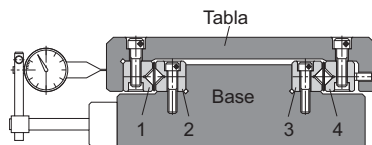

Fig.1 Instalación de guía de rodillos cruzados
- (3) Ubique la base y las tablas tal como se muestran en la Fig.1, y luego inserte la jaula de rodillos desde el extremo. Si la jaula no encaja debido a que no hay holgura, primero deslice el raíl 4 hacia el tornillo de ajuste, y luego inserte la jaula nuevamente.
- (4) Coloque el comparador de cuadrante tal como se muestra en la Fig.1. Luego, ajuste ligeramente todos los tornillos de ajuste hasta eliminar casi por completo la holgura mientras presiona suavemente la tabla lateralmente.
- (5) Instale el tope en el extremo del raíl.
- (6) Deslice la tabla y ajuste la posición de la jaula para lograr la carrera requerida.